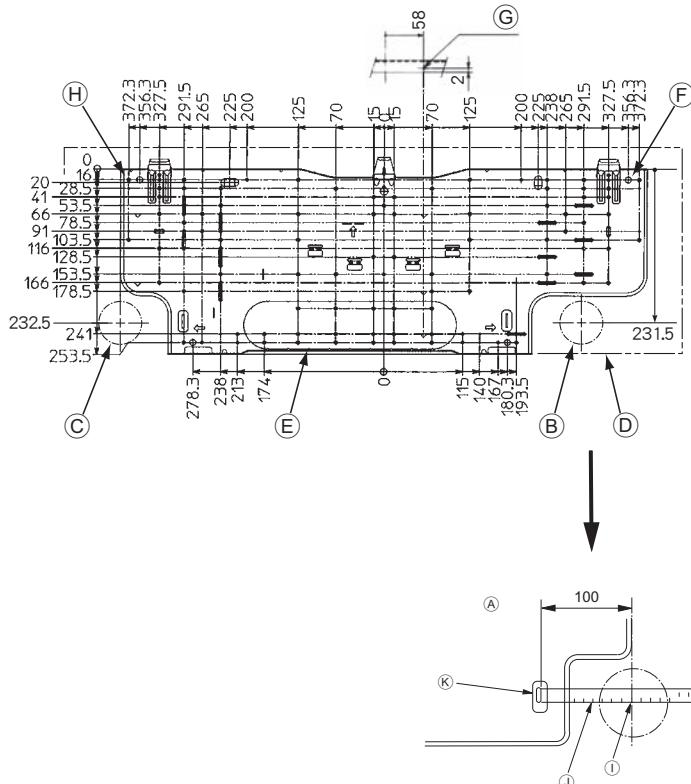

Fig. 3-2
■ PKFY-P·VHM-E (Fig. 3-2)
- Ⓐ Planche d'installation ①